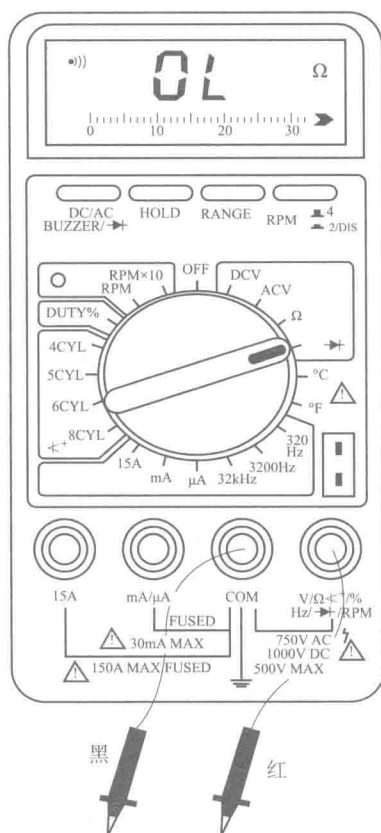

图 1-3 汽车数字万用表电压、电阻测量
1) 将万用表的测试导线按照图 1-3 所示, 接入万用表的相应的测试插孔, 黑色导线接入接地插孔。
1) 将万用表的功能测试导线按照图 1-3 所示接入万用表的测试插孔, 黑色导线接入接地插孔, 红色导线接入电压/电阻等信号拾取插孔。
1) 将万用表的测试导线按照图 1-3 所示接入万用表相应的测试插孔，黑色导线接入接地插孔，红色导线接入电压/电阻等信号拾取插孔。
1) 将万用表测试导线按照图 1-3 所示接入万用表相应的测试插孔。